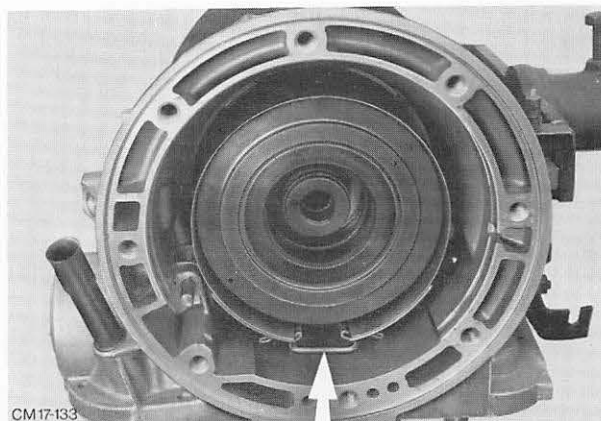

Abb. 53 Bremsband mit montierter Messingklammer
11. Getriebe in waagerechte Stellung bringen. Kontermutter lösen und Einstellschraube — Bremsband herausdrehen. Druckstücke (2) und Bremsband herausnehmen. (Um den Aus- und Einbau zu erleichtern, kann das Bremsband mit einer Messingklammer gehalten werden.) Abb. 53.